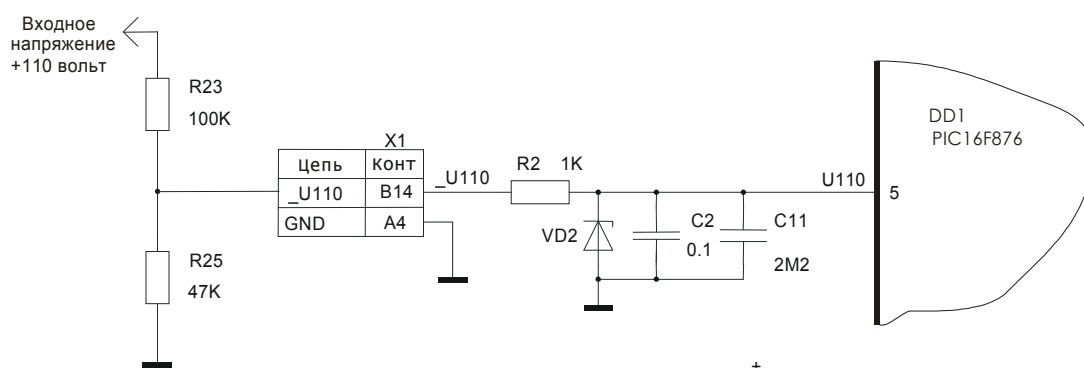

Рисунок 47. Измерение напряжения +110 вольт
Значение напряжение +110 вольт используется для расчета количества резисторов в цепи РКД. +110 вольт уменьшается входным делителем R23, R25 (установлены на коммутационной панели БДК-Л), далее напряжение подается на вход платы лифтового контроллера через контакты В14 разъема X1 (рисунок 47). Далее напряжение поступает на вход встроенного аналого-цифрового преобразователя U110 (5) микропроцессора DD1 через ограничительный резистор R2, защитный стабилитрон VD2 и защитный конденсатор C2. Резистор R2 и конденсатор C11 образуют фильтр низких частот, компенсирующий отсутствие конденсаторов в схеме шкафа управления лифта (там используется трехфазный выпрямитель). Полученный цифровой код используется при расчете количества резисторов 30 кОм в цепи РКД.